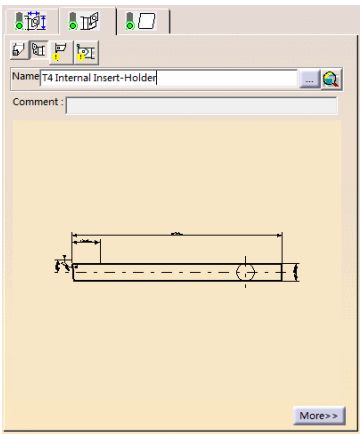

图 7-95 刀柄选项卡 (3)
- 单击刀具参数选项卡中的，切换到刀柄选项卡（3），设置刀具刀柄的参数，如图 7-95 所示。